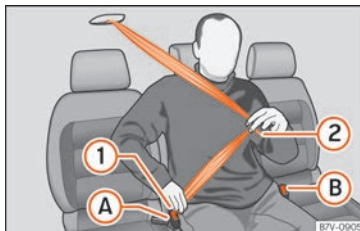

Fig. 91 Allacciare la cintura di sicurezza del sedile centrale della seconda fila.
- Tirare verso il basso il nastro della cintura dalla linguetta di chiusura » fig. 91 (1). Non piegare la cintura per farlo » .
- Incastrare la linguetta (1) nella chiusura del sedile corrispondente (A).
- Passare il nastro della cintura sul bacino tirando la linguetta di chiusura » fig. 91 (2).
- Incastrare la linguetta (2) nella chiusura del sedile corrispondente (B).
»» **fig. 91 A**. La linguetta uscirà dalla chiusura.
»» **fig. 91 B**. La linguetta uscirà dalla chiusura.